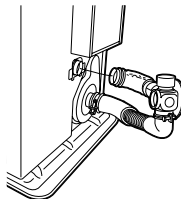

Figura 10
- Lleve la estufa a su posición. Conecte el codo de unión del tubo de escape en ángulo recto en la abertura de salida de escape y acople el codo de unión del tubo de escape en ángulo recto en la abertura de entrada. Asegúrese de que todas las conexiones estén firmes (ver Figura 10).